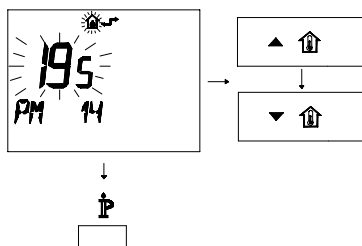

Figura 7.6
- Per modificare il SET programmato agire sui pulsanti **▲** o **▼** e aspettare che il numero programmato cominci a lampeggiare (Figura 7.6). Ogni passo incrementato o decrementato corrisponde a 1 secondo.